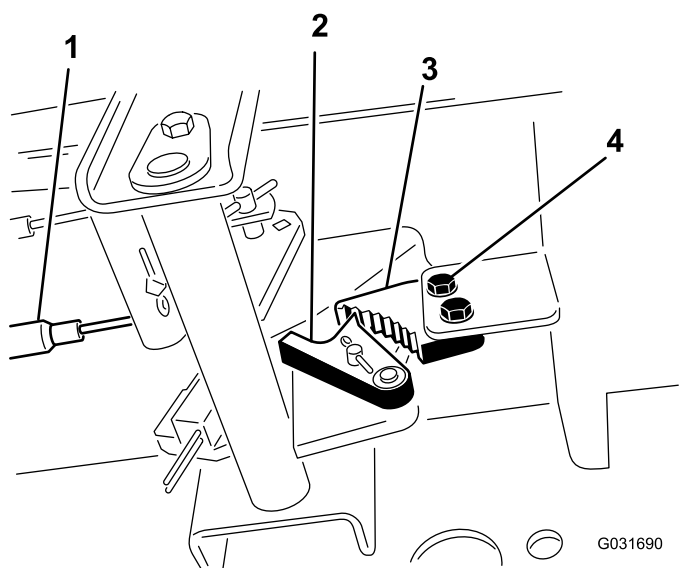

Figure 72
1. Desserrez les 2 vis qui fixent le cliquet du frein de stationnement au cadre (Figure 72).
2. Appuyez sur l'avant de la pédale du frein de stationnement jusqu'à ce que le verrou s'engage complètement sur le cliquet du frein (Figure 72).